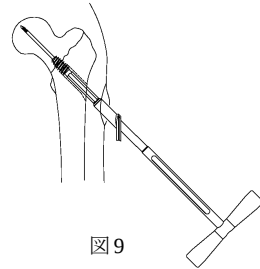

図 9
- ② キード・ラグスクリューを使用する場合、ラグスクリューT レンチを用いてラグスクリュー軸をフルストローク状態で所定位置まで挿入した後、所定位置までラグスクリュー先端を進め、T レンチのハンドルの向きが正面像で水平になる位置で止めます。バレル部分を T レンチ軸の 2 面幅に水平に配置させ、ラグスクリュー軸とバレルが確実にロックされるようバレルを押し込みます。(図 9)